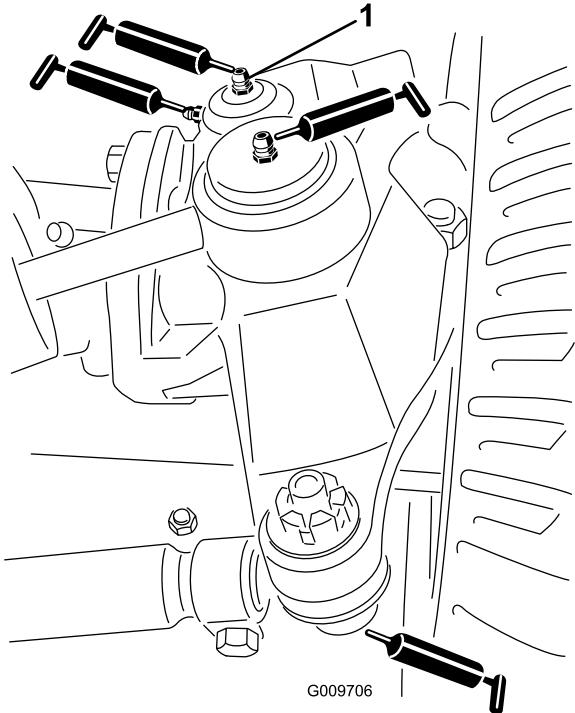

図 23
- ステアリングシリンダのボールジョイント 2ヶ所 図 23
- タイロッドのボールジョイント 2ヶ所 図 23
- キングピンのブッシュ2ヶ所 図 23。但しキングピン上部は1年に1回のみポンプ2回押しのみとする。